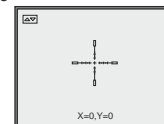

Fig.4
- Para ello desatornille la tapa del disco de regulaciones (9), presione el disco hasta el capirotazo. La primera presión sobre el disco permite desplazar la marca en vertical (en el ángulo superior izquierdo aparecerá un pictograma ), la presión siguiente hasta el capirotazo permite desplazar la marca en horizontal (aparecerá un pictograma ) (Ver Fig. 4). El siguiente presionado del disco asegurará la salida desde el modo.